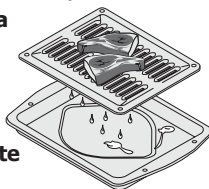

Figure 2
Ce type de cuisson est excellent pour les coupes de viande, de poisson et de volaille allant jusqu'à 1" d'épais. La cuisson au grill est un mode de cuisson pour les coupes tendres de viande, la chaleur radiante provenant directement de l'élément supérieur cuit la viande. La température élevée cuit rapidement et donne une apparence dorée à l'extérieur. La touche **Griller** contrôle la cuisson au grill. Une lèchefrite et son couvercle (disponible sur commande - Figures 2 & 3) permettent à la graisse de bien s'égoutter et de rester éloignée de la chaleur provenant de l'élément supérieur. La fonction cuisson au grill peut être programmée à Hi (550°F) ou Lo (400°F).
- Utilisez toujours une lèche-frite et sa grille. La lèche-frite permet à la graisse de s'égoutter et de rester éloignée de la chaleur (Figure 2).